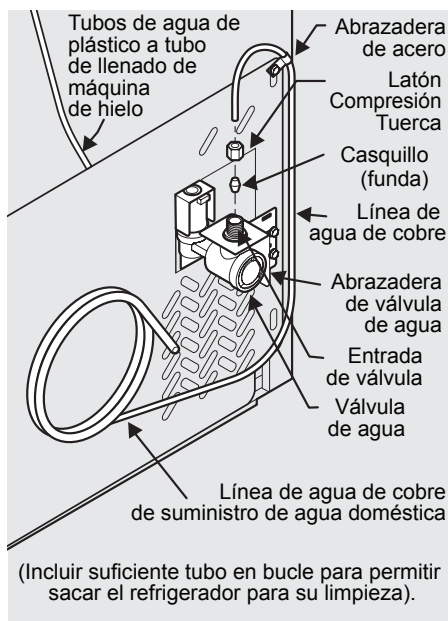

Figura 1
- 4 **Si utiliza tuberías de cobre** - Deslice la tuerca de compresión de latón y después el casquillo (funda) hacia la línea de suministro de agua. Presione la línea de suministro de agua en la entrada de la válvula de agua lo máximo posible (6,4 mm/1/4 de pulgada). Deslice el casquillo (funda) hacia la entrada de la válvula y apriete a mano la válvula de compresión de la válvula. Apriete otra media vuelta con una llave. NO sobreapriete. Consulte la Figura 1.